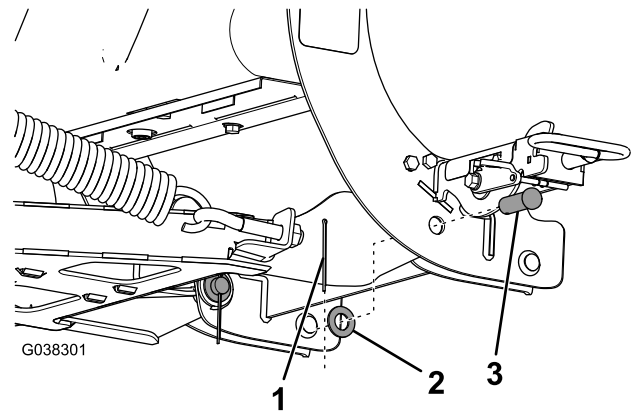

Figura 5
- Alinee los orificios de pivote de la torre del acoplador con los orificios de pivote del conjunto de bastidor de empuje, y asegúrelos como se muestra en Figura 5.